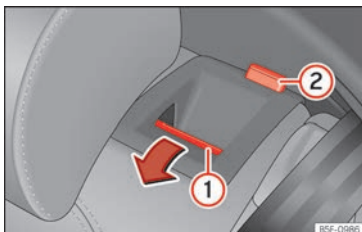

Abb. 96 Rücksitz: Rücksitzlehne vorklappen.
- Entriegelungstaste »» (Abb. 96) ① nach vorn drücken und gleichzeitig die Rückenlehne umklappen. Die Rücksitzlehne ist entriegelt, wenn die rote Markierung des Tasters ② sichtbar ist.